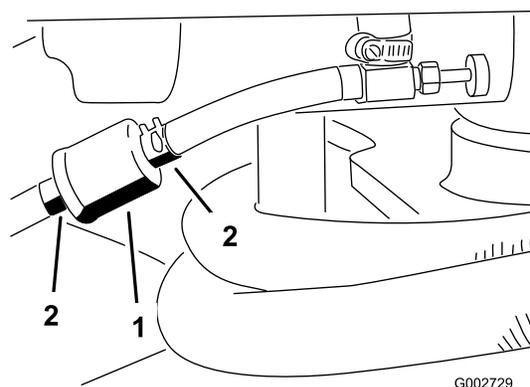

Figura 30
1. Cierre la válvula de cierre de combustible, afloje la abrazadera en el lado del carburador del filtro y retire el tubo de combustible del filtro (Figura 30).